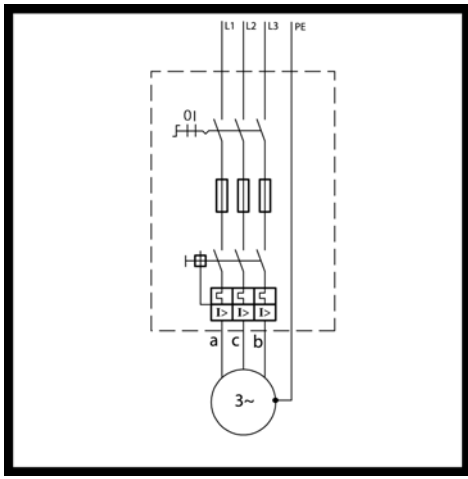

Fig.: 13
- 1 Conexão trifásica, ver Fig. 13. Ligar o motor de tal forma que o sentido de rotação seja o mesmo do agregado. A conexão mostra a comutação normal com a rotação a direita e uma outra no sentido anti-horário.